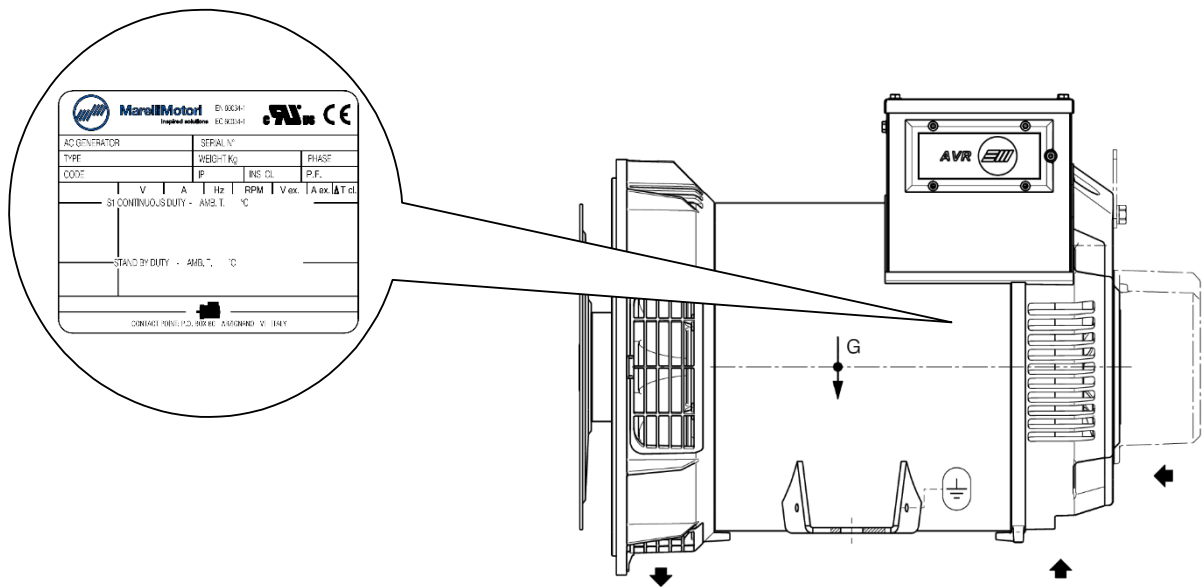

Fig. 18
3. Ôter le film du support et l'appliquer selon la fig. 18 en exerçant une pression avec un rouleau de caoutchouc pour une meilleure adhérence.